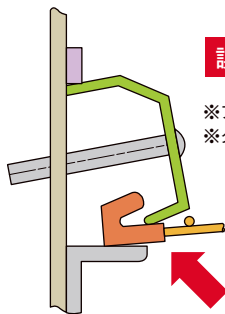

図11
- ⑥クランピングバーストッパーの位置が低いとテンション不足が生じます。(図11)
- ⑦重ね代がある場合、重ね代は下手(排出側)の網にオーバーラップさせてください。